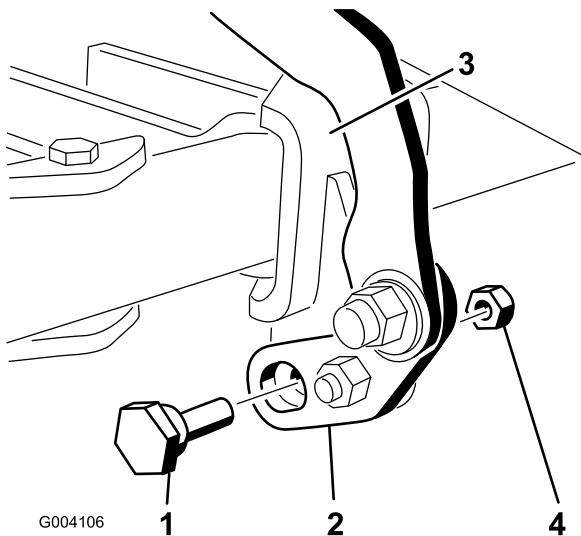
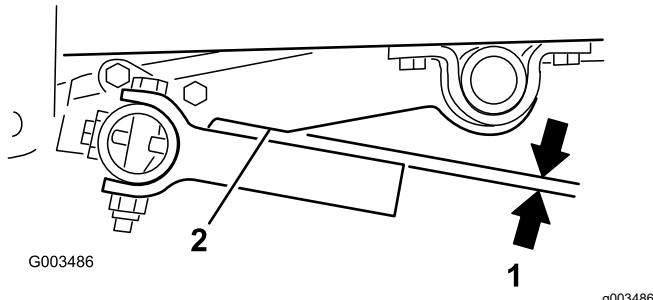

Figura 17
Figura 21
- Introduzca el perno excéntrico por la parte inferior de la pestaña de pivot y el soporte del pivot y sujetelo usando una contratuerca ($5/16"), como se muestra en la Figura 17.$
- Gire el perno excéntrico en cualquier sentido hasta que los dientes de la barra de herramientas estén paralelos a la muesca del brazo de elevación (Figura 17 y Figura 21).